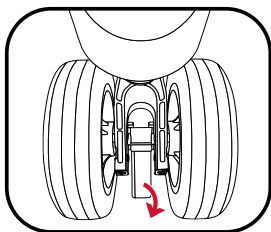

Figure 2
2. Abaissez le levier de déverrouillage (Figure. 2)